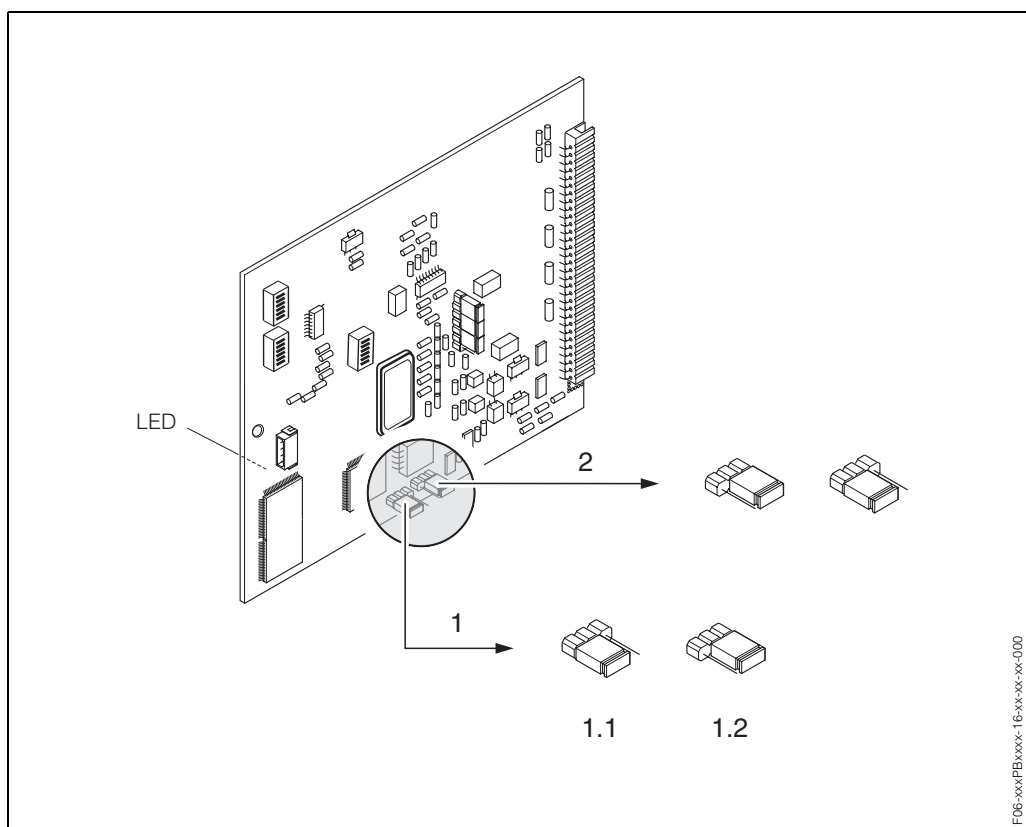

Fig. 27 : Réglages hardware (platine E/S)
3. Configurer la protection en écriture hardware à l'aide de ponts (fig. 27).